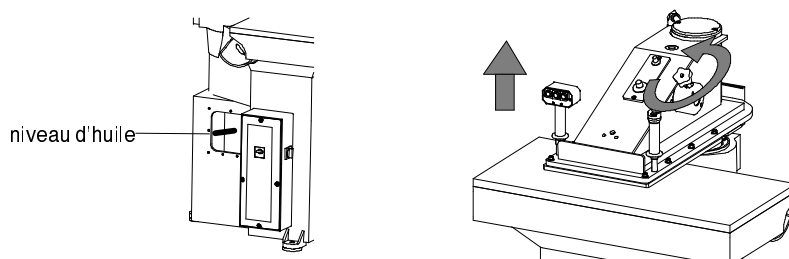

Fig. 8
- Verser l'huile jusqu'à la ligne rouge de niveau maximum (gauche Fig. 8).
- Brancher le moteur par l'interrupteur général, en vérifiant immédiatement le sens de rotation de la pompe, comme expliqué au paragraphe précédent. Tourner la manivelle de régulation bras en sens horaire jusqu'à son arrêt: de cette façon le bras se déplacera en haut jusqu'à la limite de sa course (droite Fig. 8).